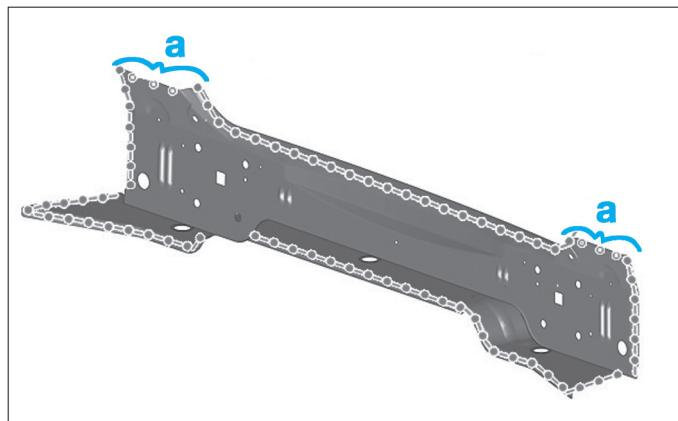

FIG. 190
- Percer des trous Ø 6,5 mm pour le soudage par points bouchons zone (a) (Fig.190).